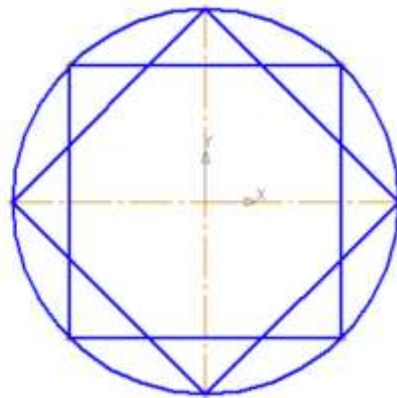

Рис. 5.3
- Соедините точки через одну с помощью непрерывного ввода объекта (рис. 5.3).